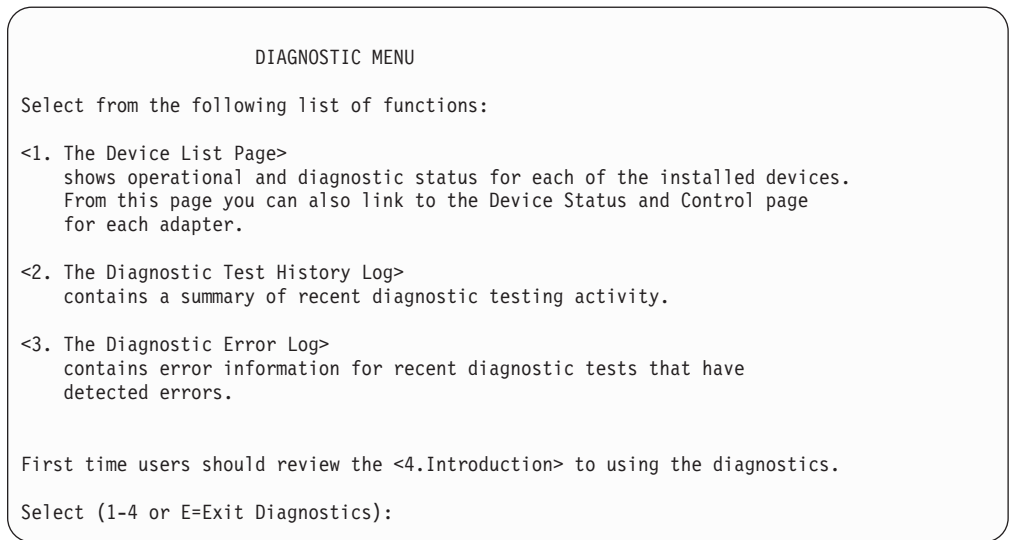

图 41. 操作诊断程序主菜单
2. 出现 诊断菜单，(第120页的图41)。若要进行选择，请输入您选择的项的编号，并按下 **Enter** 键。
2. 出现 诊断菜单 (参见第120页的图41)。要进行选择, 请输入该项的编号并按下 **Enter** 键。